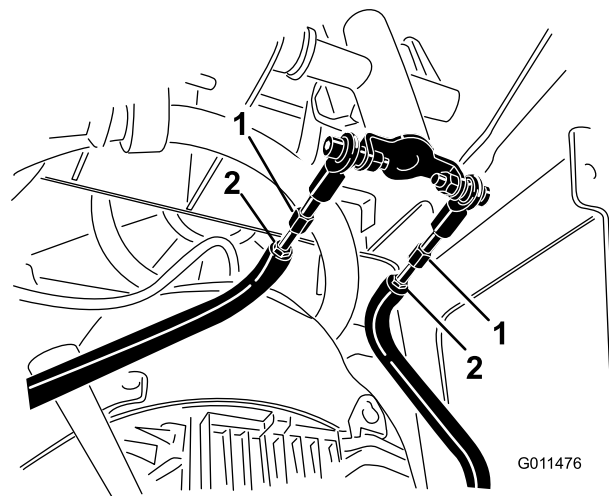

Figura 56
- D. Afloje las contratuercas de las varillas de tracción, debajo del panel de control (Figura 56).